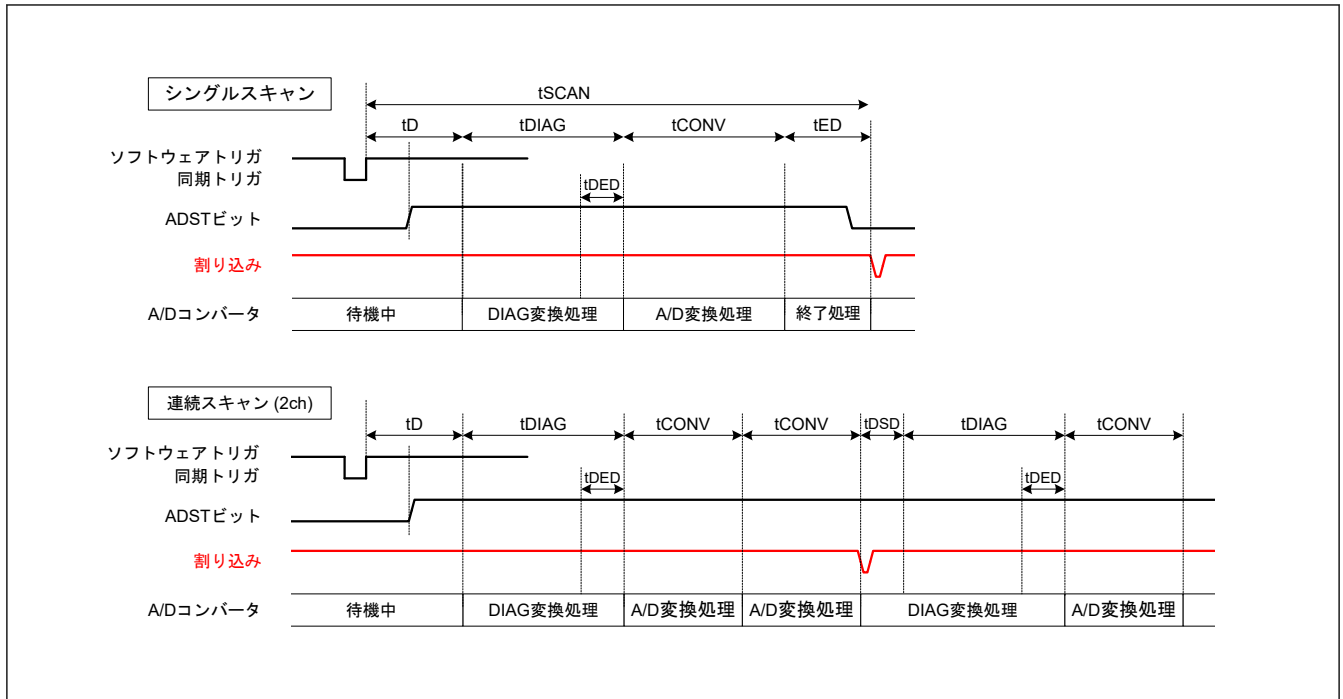
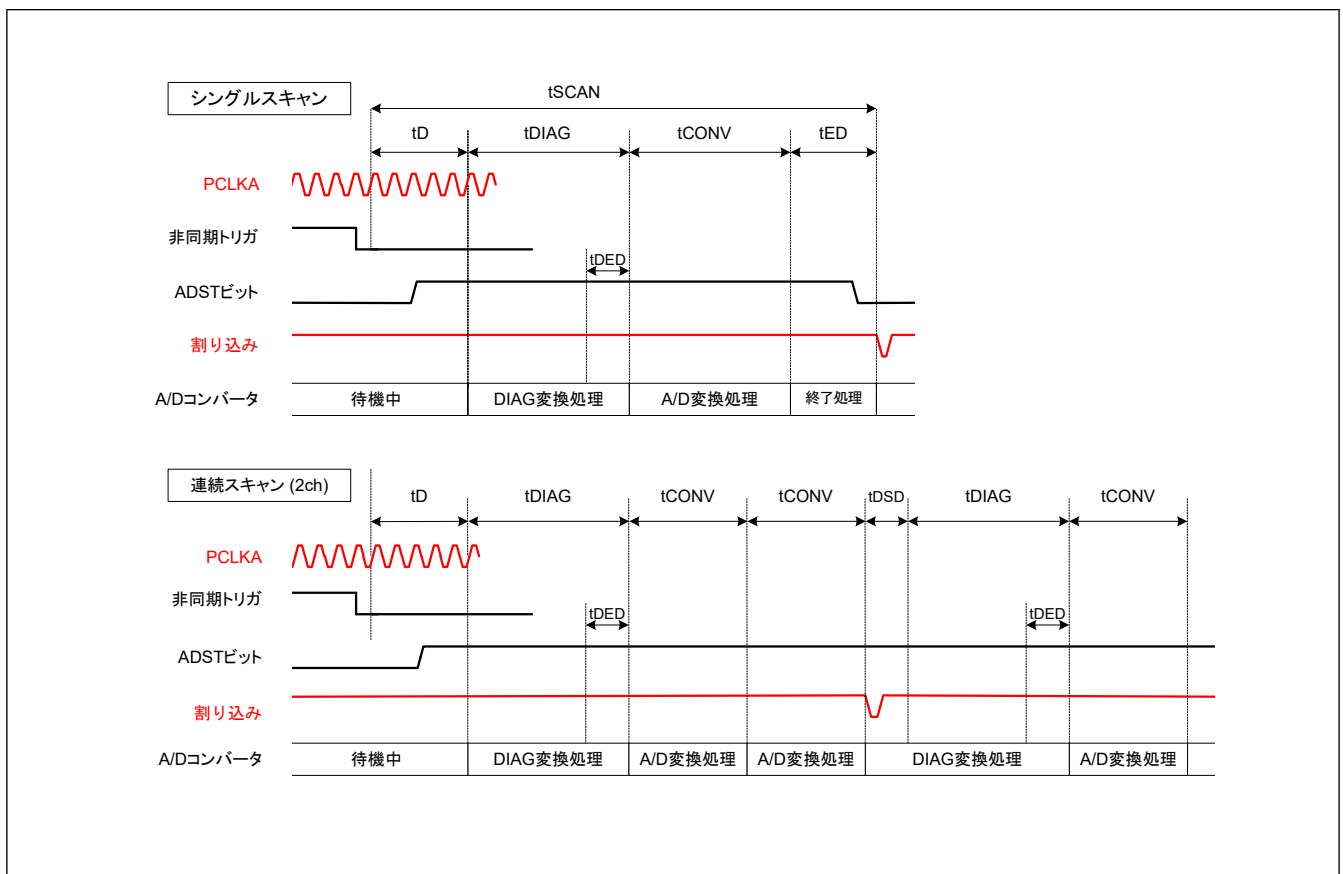

図 35.26 スキャン変換のタイミング (ソフトウェア起動または同期トリガ入力 (ELC) 起動の場合)
図 35.27 スキャン変換のタイミング (非同期トリガ入力 (ADTRG0) 起動の場合)
図 35.26 に、ソフトウェアトリガまたは同期トリガ (ELC) 起動によりスキャン変換を行う場合のタイミングを示します。また、図 35.27 に、非同期トリガ (ADTRG0) 起動によるスキャン変換を行う場合のタイミングを示します。スキャン変換時間 (t_{SCAN}) はスキャン変換開始遅延時間 (t_D)、断線検出アシスト処理時間 (t_{DIS})^(注1)、自己診断変換時間 (t_{DIAG} および t_{DSD})^(注2)、A/D 変換処理時間 (t_{CONV})、スキャン変換終了遅延時間 (t_{ED}) を含めた時間となります。
- 注 1. t_D、t_{DIAG}、t_{CONV}、t_{ED} の各タイミングについては、図 35.26 および 図 35.27 を参照してください。